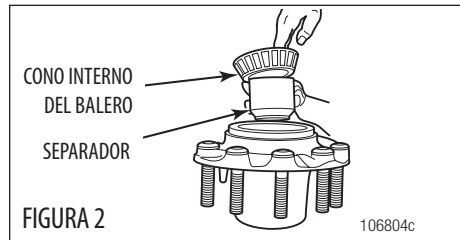

FIGURA 2
4. Quite el cono interior del balero y el separador del ensamble de maza (vea la figura 2).